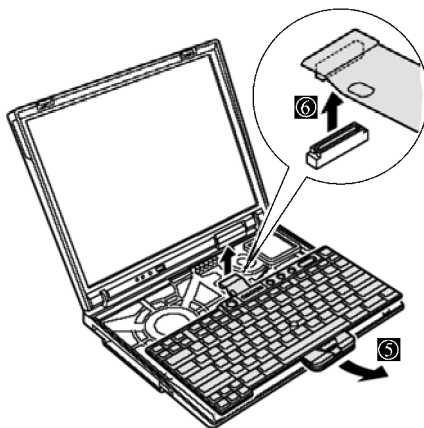

图 2-69 取出键盘
3) 按箭头“⑥”方向取下键盘与主板的连线后,即可按箭头“⑤”方向移出键盘,如图 2-69 所示。